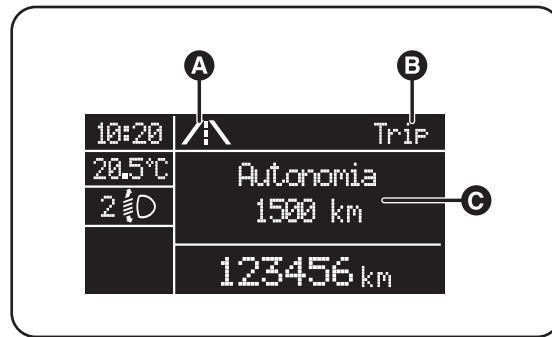

fig. 11
- ícono animado en la parte superior (A-fig. 11);
- el mensaje "Trip" (o "Trip A" o "Trip B") (B);
- nombre, valor y unidad de medida correspondientes al valor seleccionado (por ejemplo "Autonomía 1.500km") (C).